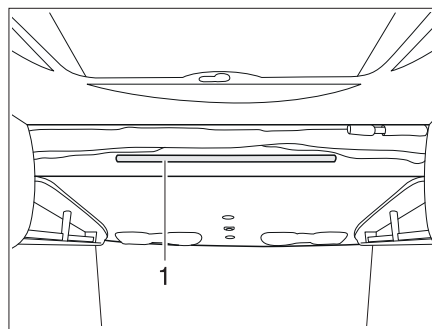

Bild 161 Höjbar säng, elektrisk
- Man fäster stegen med båda byglarna på stängan (Bild 161,1) på den höjbara sängen.